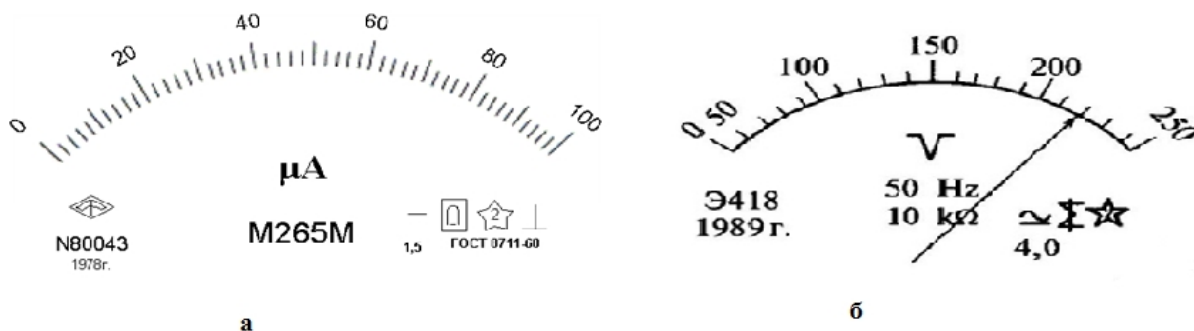

Рис.4
3. Какую информацию можно получить о приборе по его шкале? Рис.4
5. Описание приборов, изображенных на рис.4